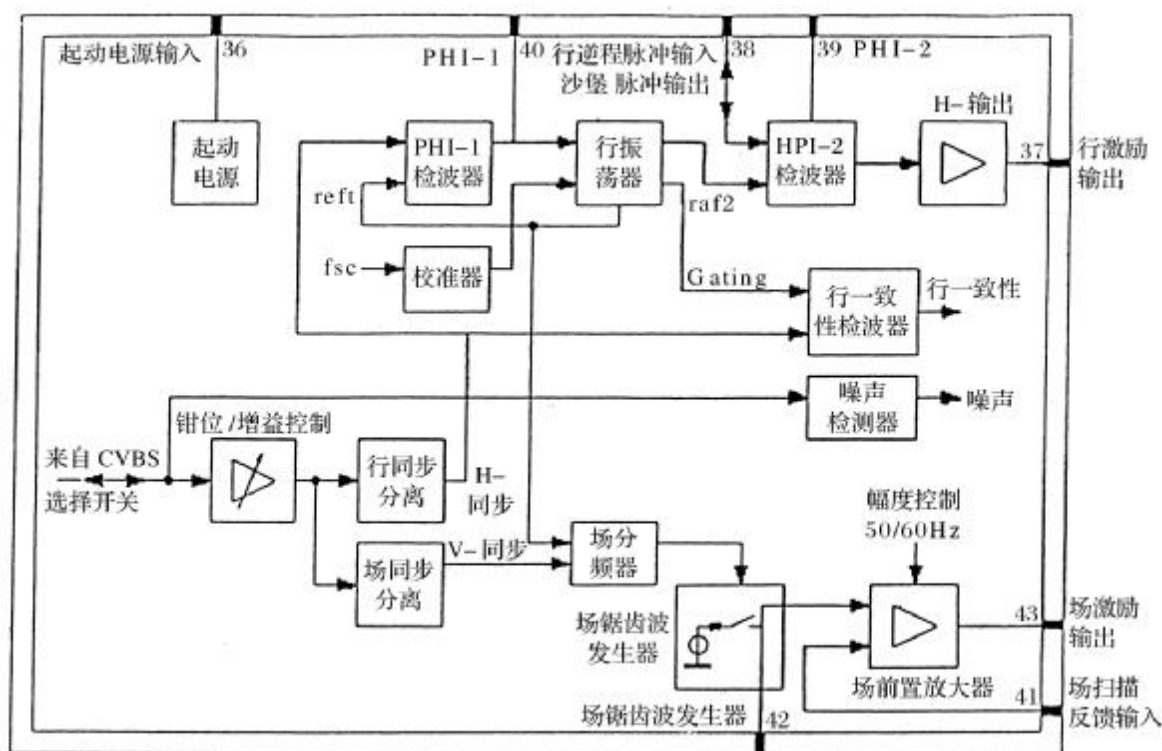

图 3-5 OM8361行、场同步电路框图
行激励脉冲经输出级从③7输出送到行扫描激励电路，作为行输入级工作的开关信号。这部分电路框图如图3-5